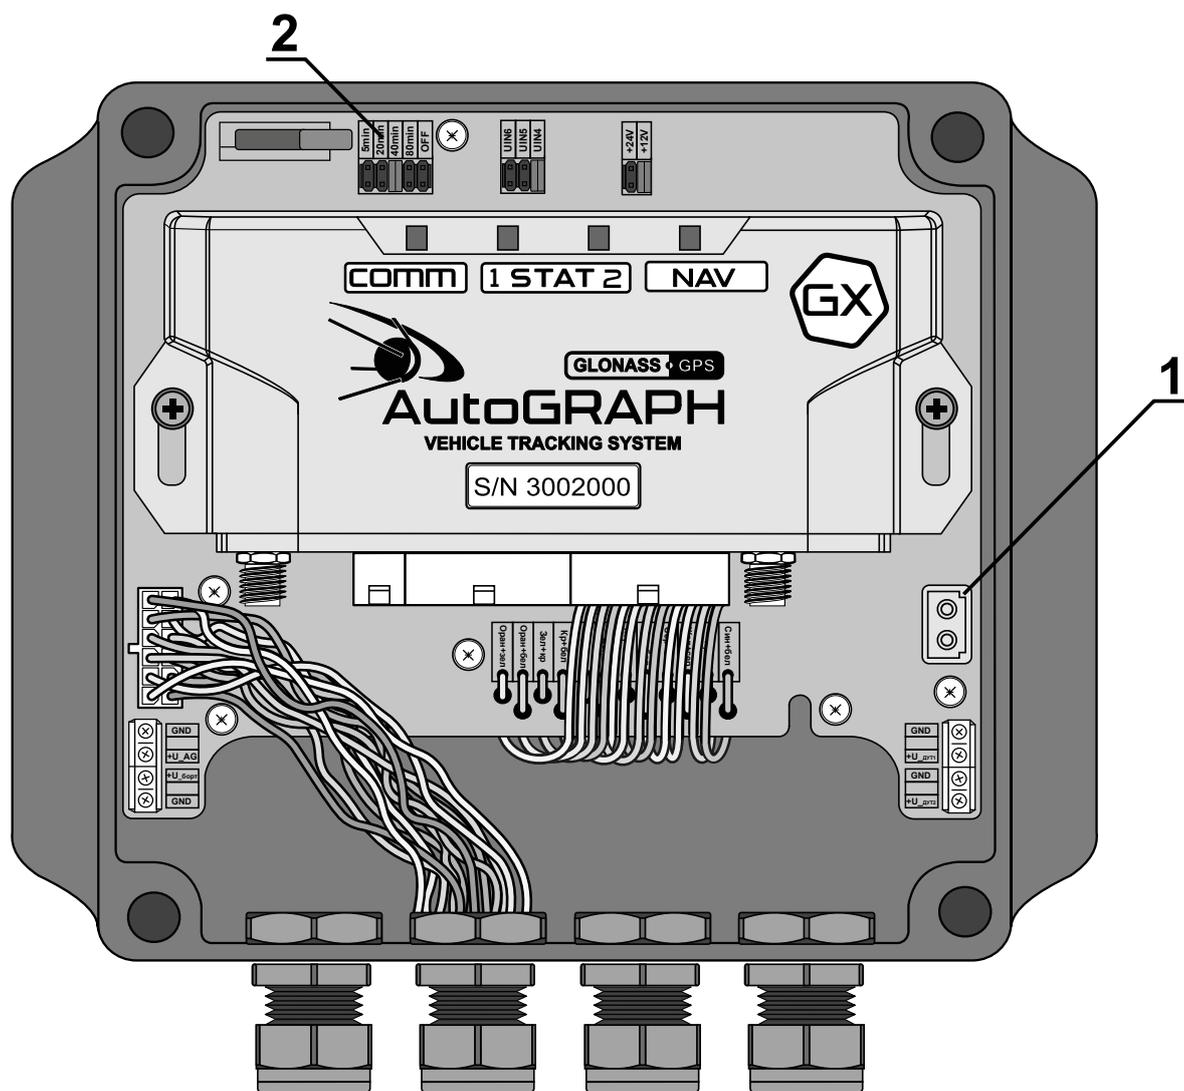

Рис.3. Подключение резервной АКБ.
1. Подключите резервную аккумуляторную батарею устройства ИБП-АГ-3 к разъему на плате (**Рис.3, п.1**).
2. С помощью перемычки (джампера) выберите время работы контроллера от резервной АКБ в случае пропадания основного питания (**Рис.3, п.2**):